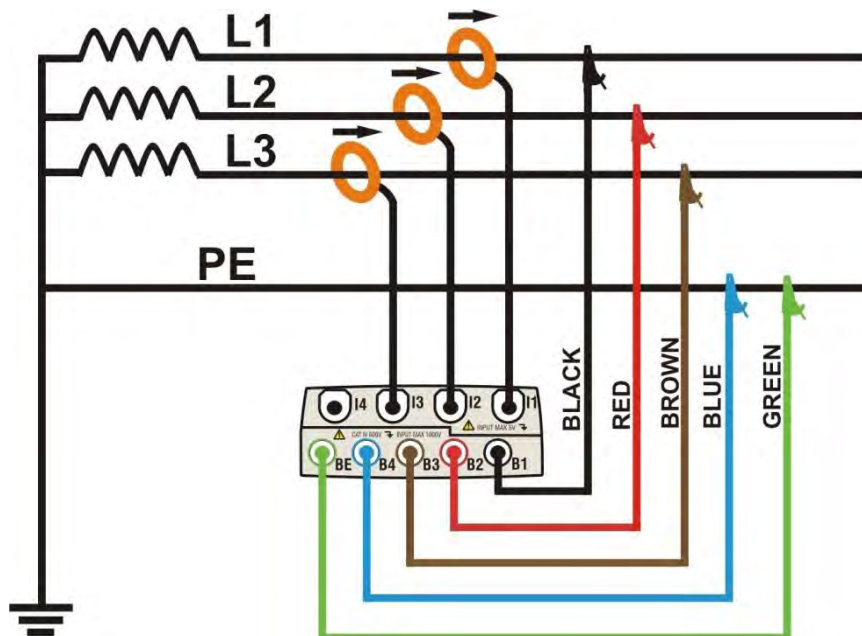

Abb. 127: Anschluss des Messgerätes an ein Drehstrom-Dreileiter-Netz (3 Leiter & PE)
2. Schließen Sie die Spannungsprüfleitungen an die Außenleiter L1, L2, L3 und den Erdleiter an und achten Sie dabei auf die Farben, wie in **Abb. 127** dargestellt. **Vergewissern Sie sich, dass das Ergebnis „123“ im Display mit der korrekten Drehfeldrichtung übereinstimmt** (siehe Absatz 5.2.1), und korrigieren Sie diese, falls erforderlich.
3. Schließen Sie den Strom-Zangenmesswandler an die Außenleiter L1, L2, L3 an, wie in **Abb. 127** dargestellt, und berücksichtigen Sie dabei die Pfeilrichtung des Messwandlers, die die -Energierichtung von der Quelle zur Last anzeigt. Bevor Sie mit einer Messung beginnen, **überprüfen Sie immer im Untermenü „Real Time Values“ den positiven Wert der Wirkleistung und des Leistungsfaktors relativ zur Last, die normalerweise induktiv sein sollte**. Im Falle von negativen Werten drehen Sie den Messwandler an den Leitungen um 180°.